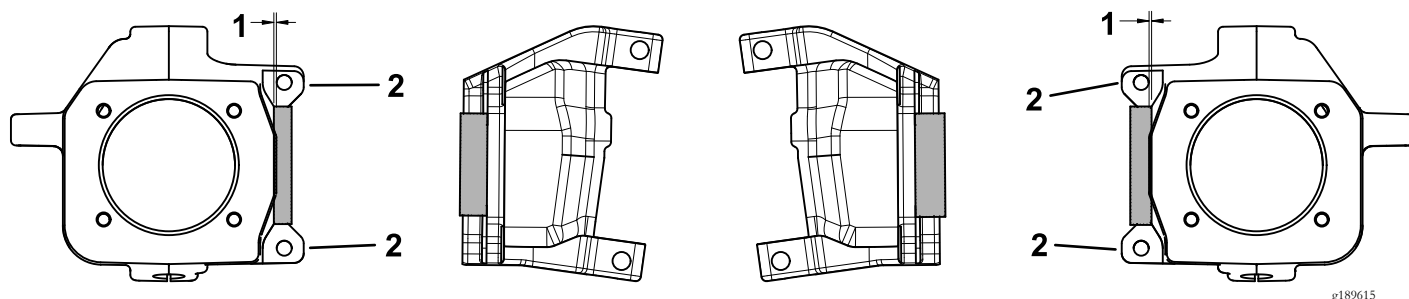

Рисунок 7
1. Удалите шлифовкой слой 1,78 мм в левом и правом поворотных кулаках рулевого управления, как показано на Рисунок 7.
Внимание: Не шлифуйте поверхности, показанные на Рисунок 7.